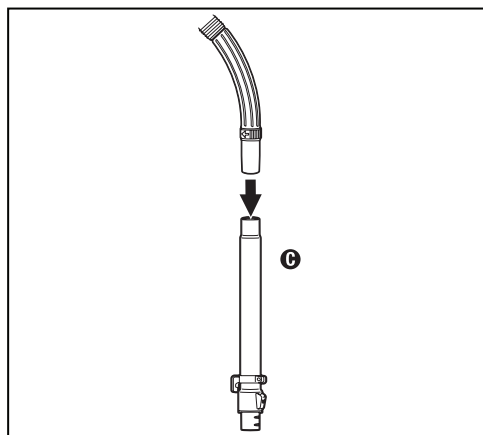

Fig.2
- Étape 2 :** Fixez les tubes **C** ou **D** à la poignée du tuyau (Fig. 2).